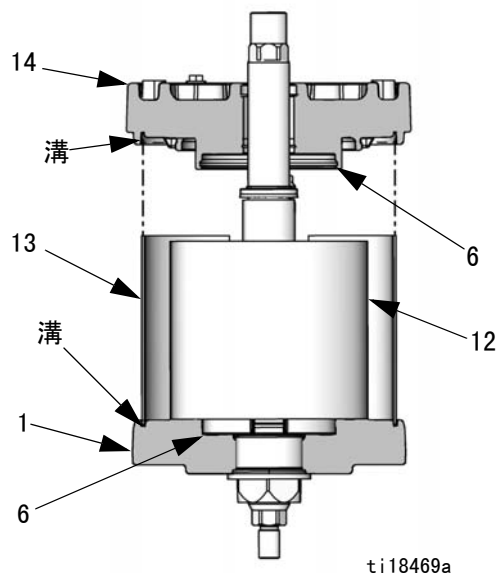

図 11: シールドの位置をカバーの溝に対して合わせる
11. O リング (7) を潤滑油して、下部カバー (14) に取り付けます。
12. ピストンバンパー (6) を下部カバー (14) に取り付けます。
13. 図 11 を参照してください。ロッドをベアリングに通してスライドさせて、下部カバー (14) をシリンダ (12) 上に注意して設置します。マニホールド (19) が上部と下部カバーに接続する場所の表面は位置が合わさっている必要があります。シールド (13) が上部カバーと下部カバーの溝に設置されていることを確認してください。